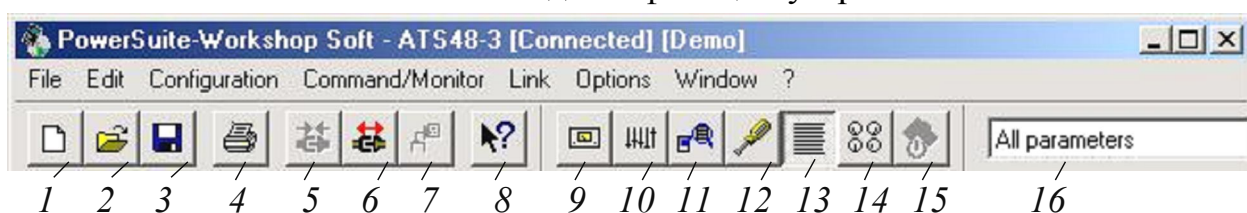
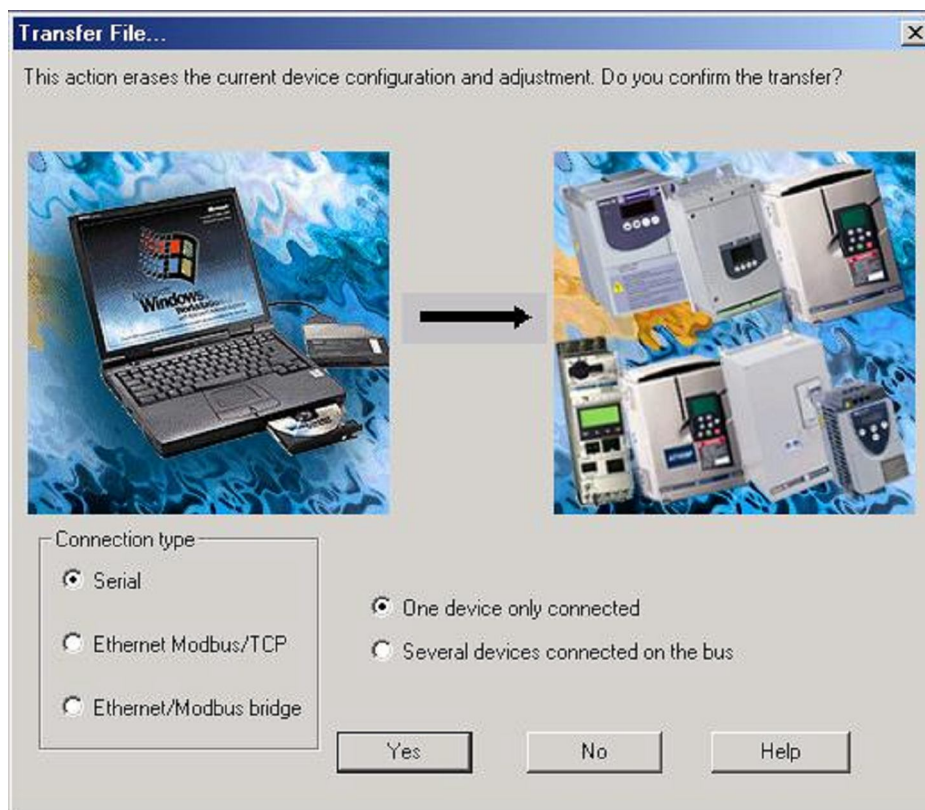
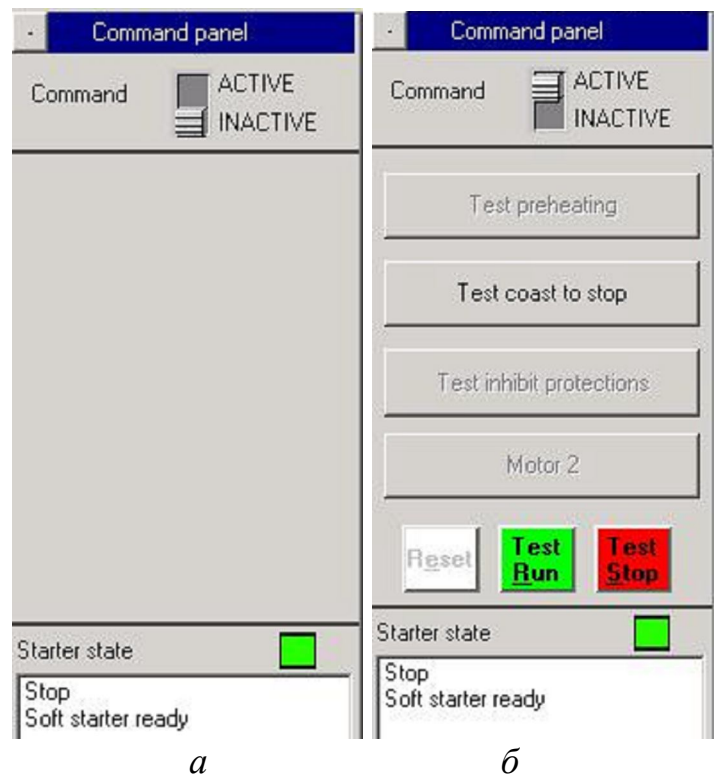

Рис. 3.3 Меню и панель инструментов главного окна
Рис. 3.10 Окно передачи настроек
Рис. 3.11 Панель управления
После этого становятся активными меню и кнопки панели инструментов главной панели «PowerSuite-Workshop Soft» (рис. 3.3). Внутри этой панели может быть расположено одно из окон, вызываемых кнопками выбора категорий.
- С помощью списка функций, вызываемого кнопкой «*Display list of parameters*» (13 на рис. 3.3) или командой «*Edit\Parameter List*» (рис. 3.8). Измененные параметры выделяются в списке красным цветом, подчеркиванием и курсивом. Для возвращения к главной панели служит команда «*Configuration\General Panel*» или кнопка «*Display general panel*» (11 на рис. 3.3). Кнопка «*Select displayed parameters*» (15 на рис. 3.3) изменяет степень полноты отображаемых параметров (все или только активные).
- С помощью панели виртуальных регуляторов с бегунками (рис. 3.9), активированной командой «*Command\Monitor\Parameter Setting*» или кнопкой «*Display parameters setting*» (10 на рис. 3.3). В любом из трех регуляторов можно выбрать из списка параметр, который настраивается.
После завершения необходимых настроек их можно сохранить на диске с помощью кнопки «*Save current file*» (3 на рис. 3.3) или команды меню «*File\Save*». Файлы сохраняются в папке *C:\Program Files\Schneider Electric\PowerSuite\User\PSI*.
Ранее сохраненный файл загружается в *PowerSuite* командой «*File\Open*» или одноименной кнопкой (2 на рис. 3.3). Команда «*File\New*» и кнопка «*Create a new file*» (1 на рис. 3.3) предназначены для создания нового файла настроек.
Команда «*Edit\Export*» копирует в буфер весь список отображенных параметров с возможностью следующего их копирования в *Word*, *Excel* или Блокнот. Список функций и их значений можно распечатать, используя команды «*File\Print Setup*», «*File\Print Preview*», «*File\Print*» или кнопку «*Print file*» (4 на рис. 3.3).
Файлы настроек могут передаваться в обоих направлениях (как от компьютера к устройству, так и наоборот). Для этого сначала надо активизировать связь компьютера и устройства, предварительно соединенных через последовательный интерфейс, нажав кнопку «*Connection to device*» (5 на рис. 3.3) или вызвав команду «*Link\Connect to device*».
Передача текущего файла настроек от компьютера к устройству происходит при помощи команды «*Link\Transfer File\PC to Device*» или кнопки «*Transfer a PC configuration to device*» (7 на рис. 3.3). После этого в окне «*Transfer File...*» (рис. 3.10) следует выбрать опции «*On device only connected*» и «*Serial*». При этом текущие настройки устройства стираются и заменяются новыми.
В *PowerSuite* есть возможность дистанционного управления устройством. Виртуальная панель управления вызовется в режиме «*Connect*» командой «*Comand/Monitor\ Command Panel*» или кнопкой «*Display Command panel*» (9 на рис. 3.3). Для активизации органов управления в появившейся панели «*Command panel*» (рис. 3.11а), необходимо кликнуть кнопку «*Command*» и с появлением диалогового окна нажать *Ctrl+F*. На панели управления (рис. 3.11б) появляются кнопки управления, а также отображается текущее состояние устройства (*Starter State*).